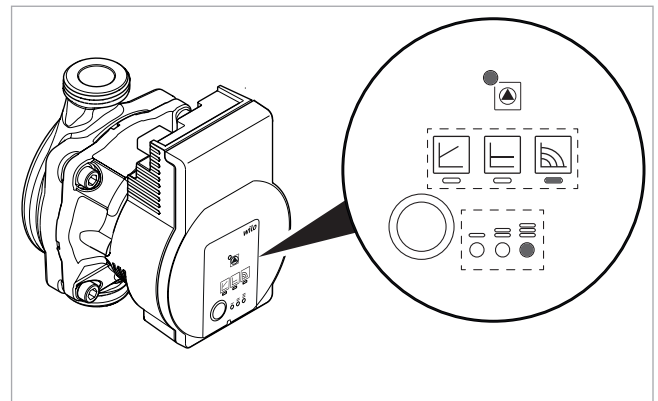

Abb. 117: Grundeinstellung (Konstant-Drehzahl, Kennlinie III)
** Mit dem 9. Tastendruck ist die Grundeinstellung (Konstant-Drehzahl / Kennlinie III, vgl. → Abb. 117) wieder erreicht.